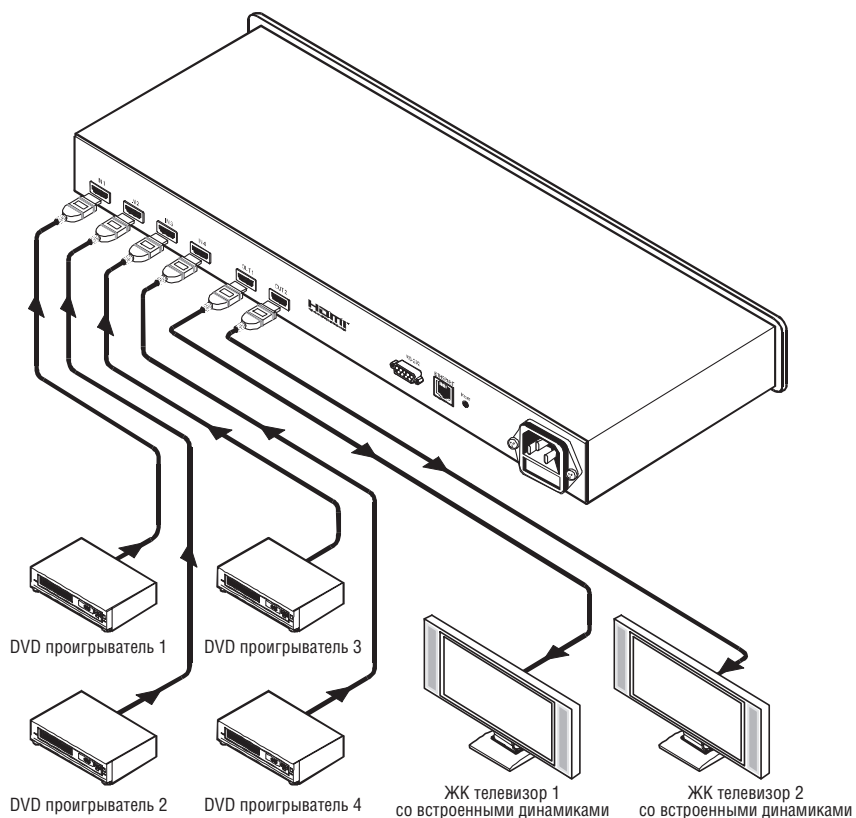

Рис. 2 Подключение матричного коммутатора VS-42H 4x2 HDMI
Для подключения матричного коммутатора **VS-42H 4x2 HDMI**, как показано в примере на рис. 2, выполнить следующее¹:
4. Подключить шнур питания к электрической розетке (не показано на рис. 2).